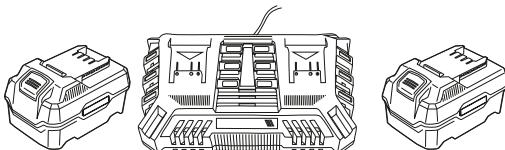

Рис. 7
- Подключите аккумулятор к зарядному устройству. Индикатор на зарядном устройстве засияет зеленым светом, и начнется процесс зарядки (Рис. 7).